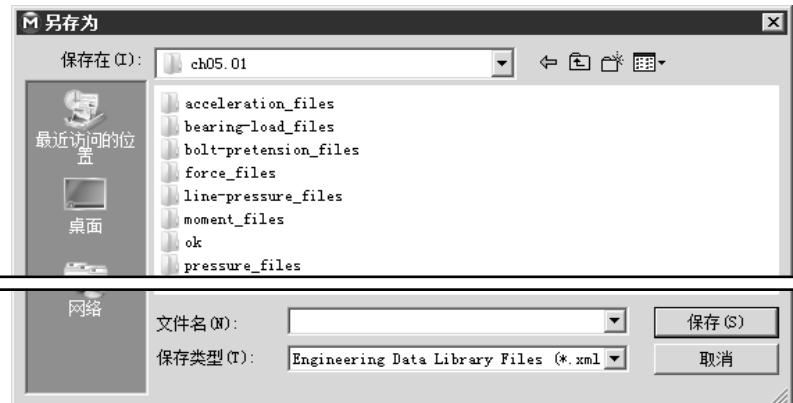

图 4.2.15 “另存为”对话框
- **Export...** 选项: 将定义的载荷导出。选中该选项, 弹出图 4.2.15 所示的“另存为”对话框, 输入文件名称, 单击 **保存(S)** 按钮, 即可导出载荷文件。